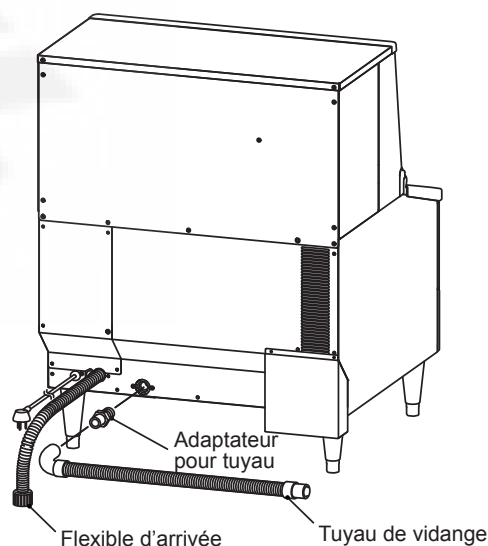

Fig. 3
- 2) Envelopper le raccord de l'adaptateur pour tuyau avec du ruban PTFE et visser l'adaptateur dans la sortie de vidange de la machine. Serrer manuellement le tuyau de vidange gris flexible (accessoire) sur l'adaptateur pour tuyau comme indiqué (Fig. 3). Le tuyau peut être coupé à la longueur voulue en fonction de la position de vidange principale. Pour éviter toute fuite d'eau, serrer le tuyau de vidange à la sortie correspondante à l'aide d'un collier.